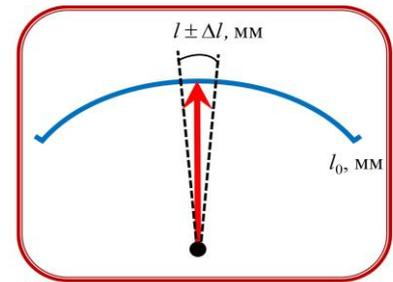

Рис. 9. Показания амперметров, соединенных последовательно (т.е. измеряющих один и тот же ток).
- Приборные погрешности возникают и из-за разброса параметров деталей в приборах при промышленном производстве. Только точные дорогие приборы собирают и проверяют индивидуально. Когда на заводе выпускают партию приборов, то по выборке из этой партии всем приборам присваивают некоторую погрешность измерения. В этой партии будут попадаться приборы и более точные, и более грубые (см. рис. 9). Причем основную погрешность будет вносить систематическая составляющая (именно из-за разброса параметров деталей). В паспорте прибора приводят формулы для расчета **предельных** погрешностей (результат каждого измерения почти со 100% вероятностью будет находиться в интервале *результат \pm погрешность*). Считаем, что предельная погрешность связана со среднеквадратичной погрешностью формулой $\sigma \approx \Delta_{\text{пред}}/3$.